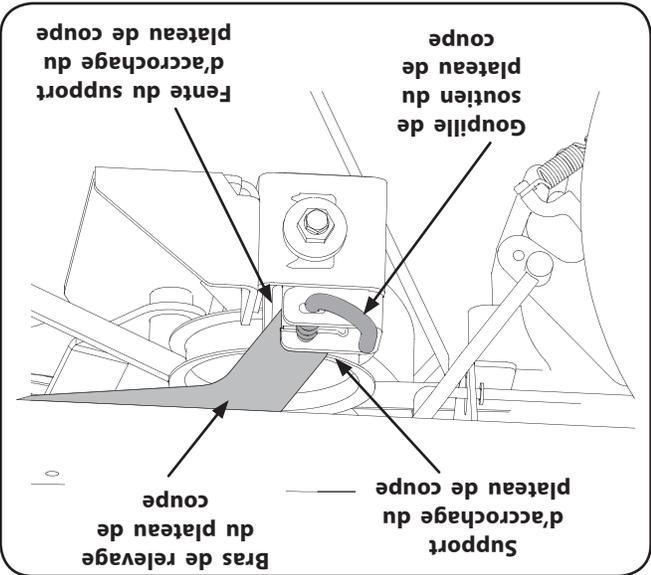

Figure 7-5
5. Tenez la courroie et la poulie et faites tourner la poulie vers la gauche (Voir la Figure 7-5). Continuez à tenir et à faire tourner la poulie et la courroie jusqu'à ce que la courroie soit complètement installée sur la poulie de la prise de force.
6. Localisez les goupilles de soutien de droite et de gauche du plateau de coupe de chaque côté du plateau de coupe. Sortez les goupilles et bloquez-les à la position non engagée pour dégager les bras de relevage droit et gauche du plateau de coupe. Voir la Figure 7-5.
7. Redressez les bras de relevage pour les dégager des fentes du support en relevant la manette de relevage à sa position la plus haute. Voir la Figure 7-5.